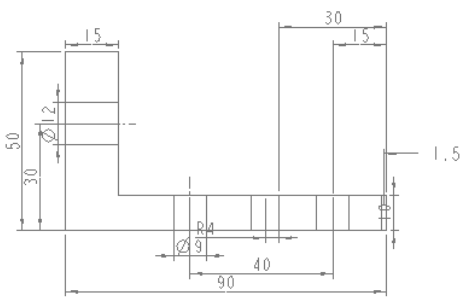
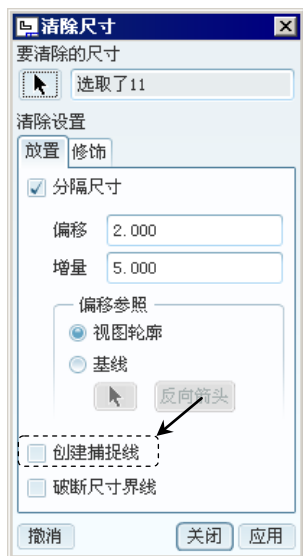
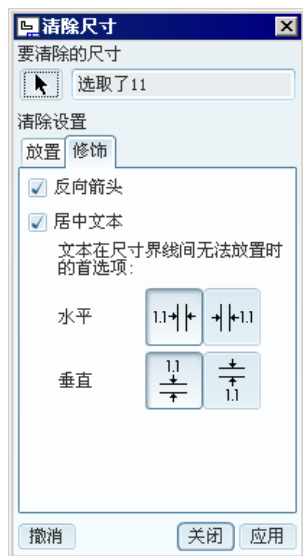

图 10.11.14 清除尺寸
图 10.11.15 “清除尺寸”对话框（一）
图 10.11.16 “清除尺寸”对话框（二）
Step1. 清除尺寸（如图 10.11.14 所示）。
(1) 在工具栏中选择 **注释**  **清除尺寸**  命令。
(2) 此时系统提示  选取要清除的视图或独立尺寸。，选择主视图并单击鼠标中键一次。
(3) 完成上步操作后，“清除尺寸”对话框被激活，该对话框有 **放置** 选项卡和 **修饰** 选项卡，这两个选项卡的内容设置分别如图 10.11.15 和图 10.11.16 所示，并取消选中  **创建捕捉线** 复选框。
(4) 在“清除尺寸”对话框中单击 **应用** 按钮，然后单击 **关闭** 按钮，结果如图 10.11.14 所示。